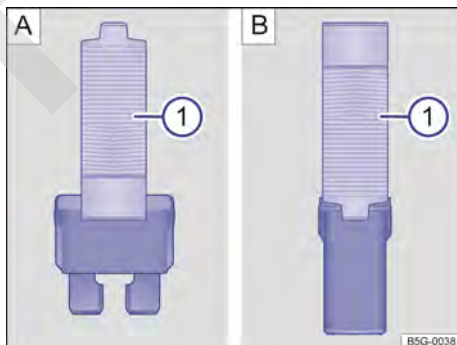

Fig. 143 Retirar o colocar el fusible con la pinza de plástico: [A] fusible plano, [B] fusible de bloqueo.
- De ser necesario, retirar la pinza de plástico → fig. 143 ① de la cubierta de la caja de fusibles.
- De acuerdo con la versión del fusible, colocar las garras adecuadas del alicate plástico → fig. 143 [A] ① o → fig. 143 [B] ① de forma lateral en el fusible.
- Si el fusible está quemado, sustituir el fusible por uno nuevo de la *misma* intensidad de corriente (mismo color e inscripción) y del *mismo* tamaño → ①.